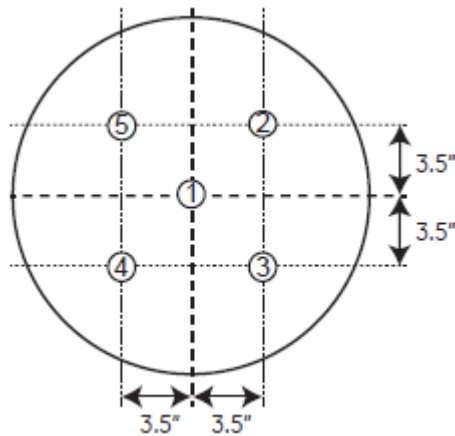

Figure 2-1 Points de mesure de la lumière
5. À l'aide d'un posemètre BiliBlanket Light Meter II étalonné, mesurer la lumière aux cinq points indiqués à la figure 2-1 et calculer leur moyenne. Vérifier que la moyenne s'élève à au moins $27 \mu\text{W}/\text{cm}^2/\text{nm}$.